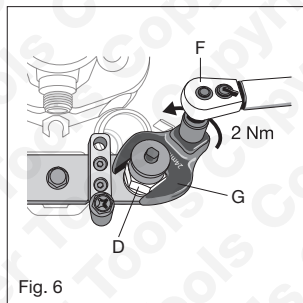

Fig. 6
5. Se reporter à la Figure 6 : Régler la clé dynamométrique sur **2 N.m** en rotation dans le sens antihoraire.